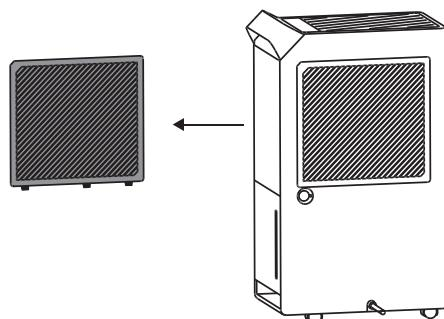

Рис. 5
8. Чистка фильтра (Рис. 5). Достаньте фильтр, промойте его в мыльной воде, прополосните в чистой воде, высушите и вставьте на место. В среднем, необходимо проводить чистку фильтров не реже чем раз в две недели при постоянном использовании. Иначе производительность прибора может снизиться.